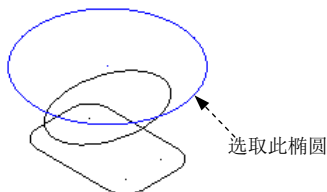
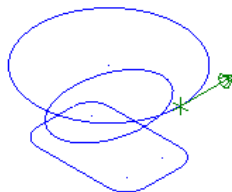

图 7.2.38 定义第三个举升截面轮廓
图 7.2.39 选取方向
③ 选取第三个截面轮廓。选取图 7.2.38 所示的圆，此时系统会自动为此图素添加串连方向，如图 7.2.39 所示。